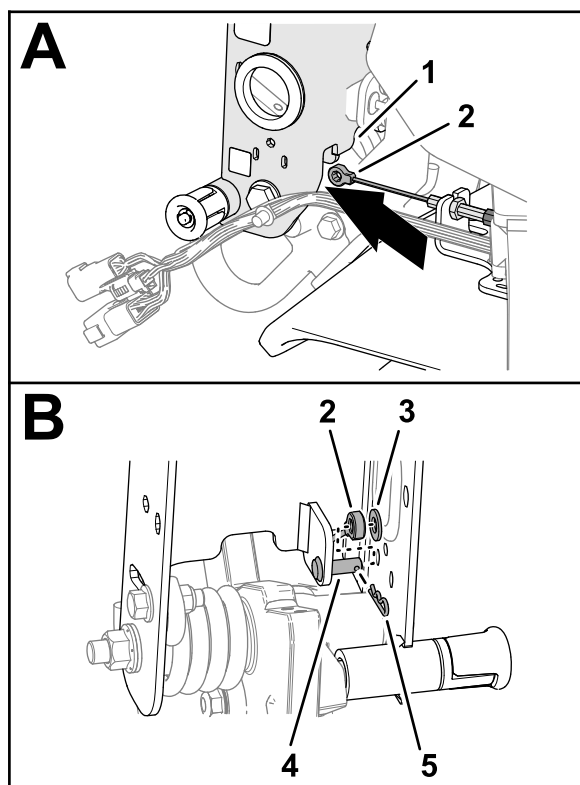

**Figura 7**
1. Instradate l'attacco del cavo del freno sotto alla parte inferiore del canale della maniglia (**Figura 7**).